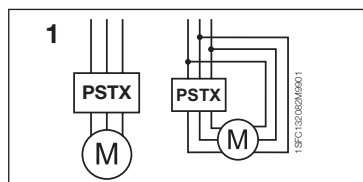

Abbildung 1: In Reihe, Wurzel-3-Schaltung
2. Verbinden Sie die Klemmen mit dem Hauptstromkreis: Klemmen 1L1 - 3L2 - 5L3 mit der Netzseite und die Klemmen 2T1 - 4T2 - 6T3 mit der Motorseite. Verwenden Sie eine Drahtverbindung für PSTX30...105, siehe Abbildung ❶ in der Grafik 7 und einen Klemmenanschluss für PSTX142...1250, siehe Abbildung ❷ in Grafik 7. Die PSTX-Softstarter können sowohl „in Reihe“ als auch über eine „Wurzel-3-Schaltung“ verbunden werden, siehe Abbildung 1.